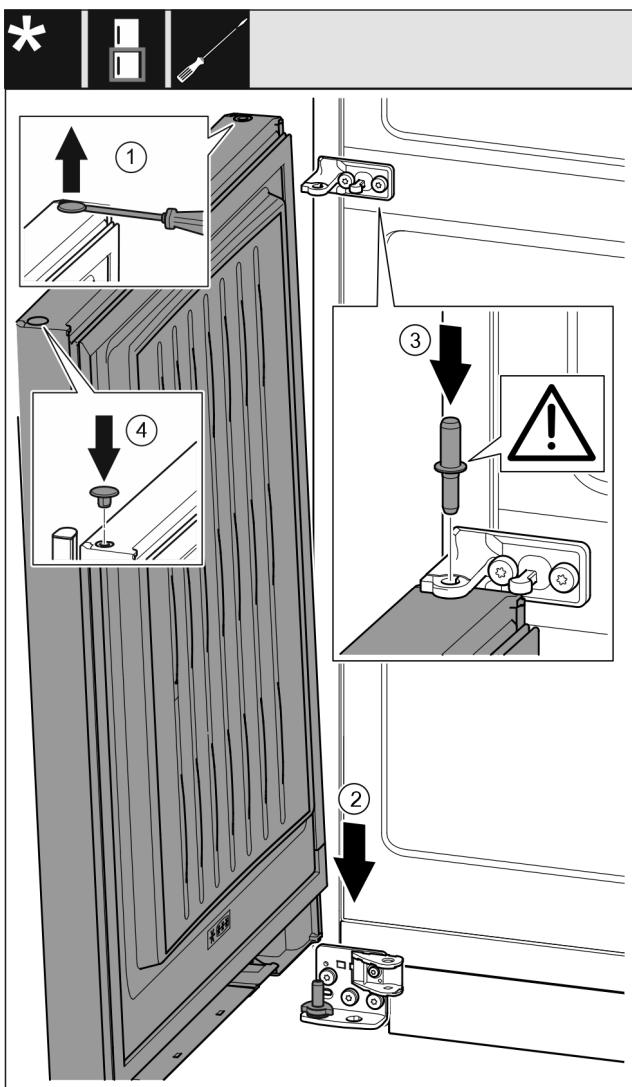

Fig. 41
- Осторожно приподнимите шлицевой отверткой заглушку и извлеките ее. Fig. 41 (1)
- Установите дверь сверху на нижний опорный палец. Fig. 41 (2)
- Вставьте середину опорного пальца через средний опорный кронштейн в нижнюю дверь. При этом следите за тем, чтобы выступ фиксатора был направлен назад. Fig. 41 (3)
- Снова вставьте заглушку с другой стороны. Fig. 41 (4)